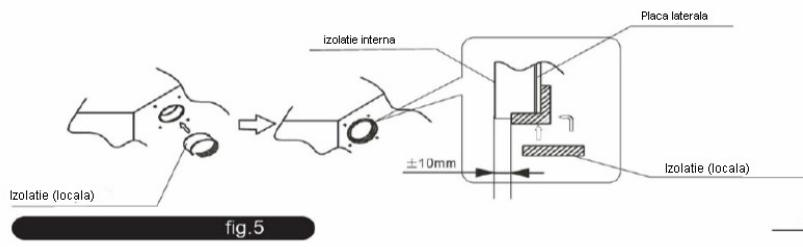

fig.5
- Amplasati etans izolatia de-a lungul gaurii unitatii conform indicatiilor. Capetele placii laterale si izolatia interna trebuie sa adere perfect fara a lasa nici un spatiu de-a lungul circumferintei gaurii. Asigurati-vă ca suprafata interna a izolatiei intra in contact etans cu marginea izolatiei interne si plac laterală. (consultati fig. 5)